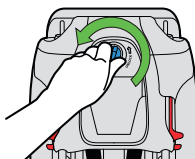

Figura 21
- Gire el cierre del panel de acceso hacia la izquierda y tire de él para quitarlo, como se muestra en la **figura 21**.